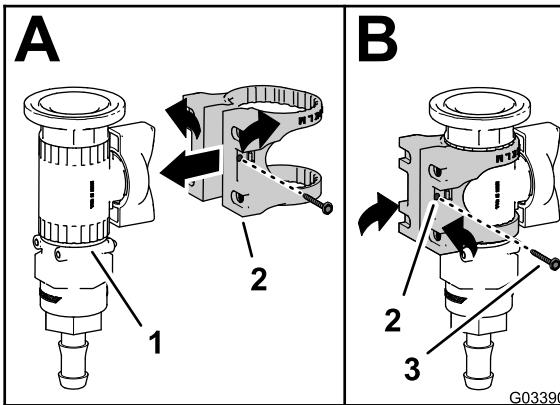

Figura 27
1. Monte el soporte de la válvula en la válvula de control, según se muestra en Figura 27, A.
2. Sujete el soporte de la válvula a la válvula de control con el tornillo con arandela prensada (N.º 6), y apriete el tornillo a mano (Figura 27, B).